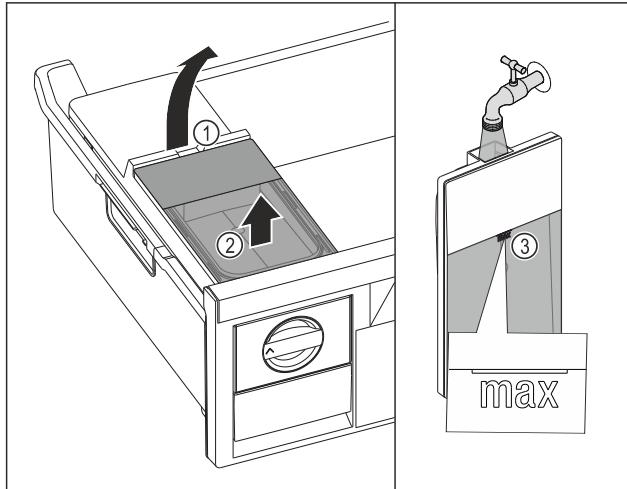

Fig. 180
- 从凹槽 Fig. 180 (1)抬起水箱。
- 向上取出水箱。Fig. 180 (2)
- 向水箱注入饮用水，直至标记 Fig. 180 (3)。